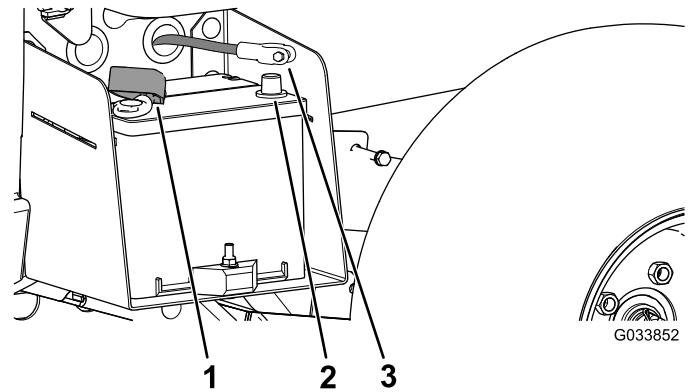

Figure 5
3. Branchez le câble positif de la batterie (rouge) à la borne positive (+) de la batterie et fixez-le avec les boulons et écrous (Figure 5).